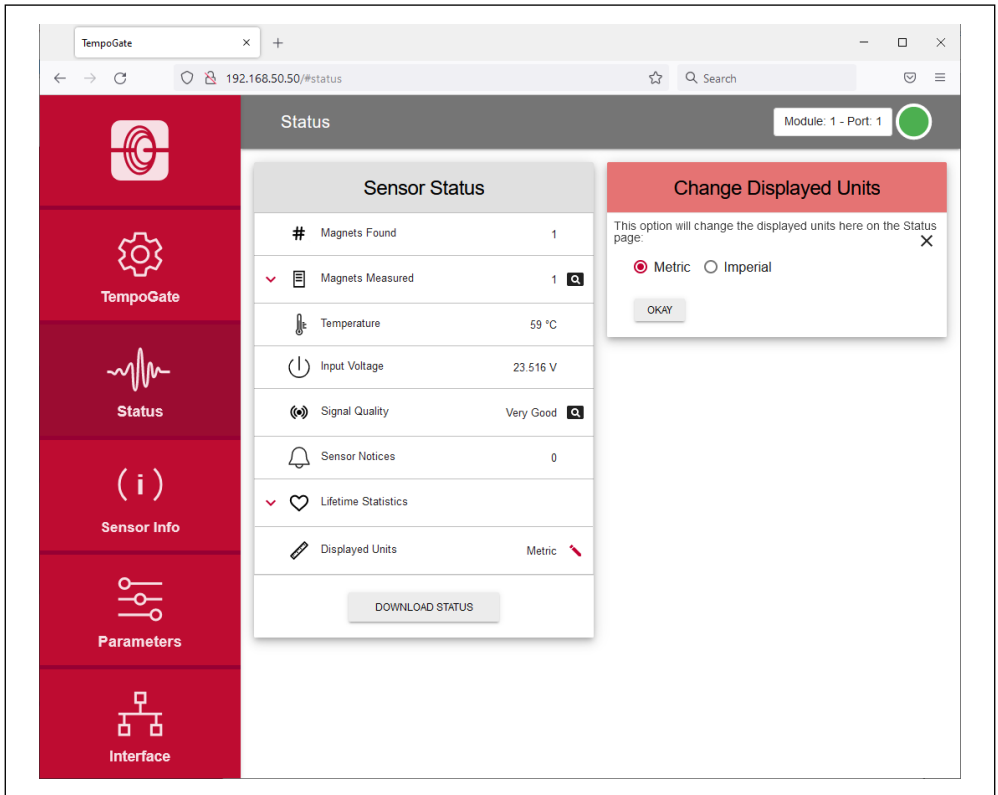

Abb. 37: Umstellung der angezeigten Einheiten
- **Displayed Units:** Sie können die Einheiten der angezeigten Werte zwischen imperialen und metrischen Einheiten umstellen. Klicken Sie dazu auf den schwarzen Stift in dieser Zeile. Das Fenster „Change Display Units“ öffnet sich. Wählen Sie die gewünschte Einheit aus und bestätigen Sie dies durch Klicken der Schaltfläche OK (Abb. 37).